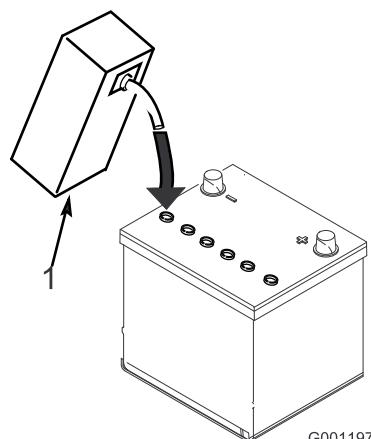

Figura 10
3. Encha cuidadosamente cada célula com electrólito até as placas estarem cobertas com cerca de 6 mm de fluido (Figura 10).
4. Aguarde aproximadamente 20 a 30 minutos para que as placas fiquem embebidas em electrólito. Se necessário, volte a colocar electrólito até ficar cerca de 6 mm acima do fundo do depósito de enchimento (Figura 10).